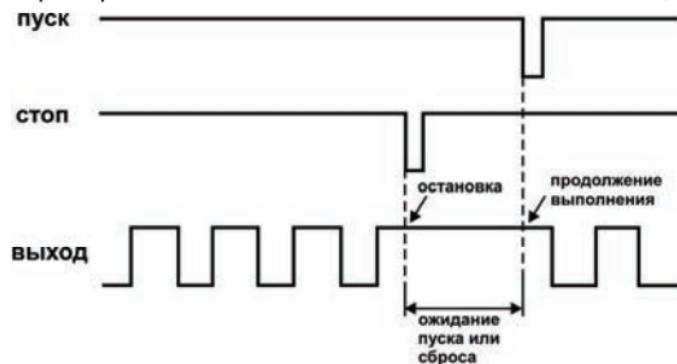

Рисунок 7
3.1.2.3 Поступление сигнала «Стоп» останавливает выполнение программы. При этом выходное устройство остается в том состоянии, в котором оно было в момент прихода сигнала «Стоп». Выполнение программы продолжается после поступления сигнала «Пуск», если отсутствует активный уровень на входе «Стоп» (рисунок 7).